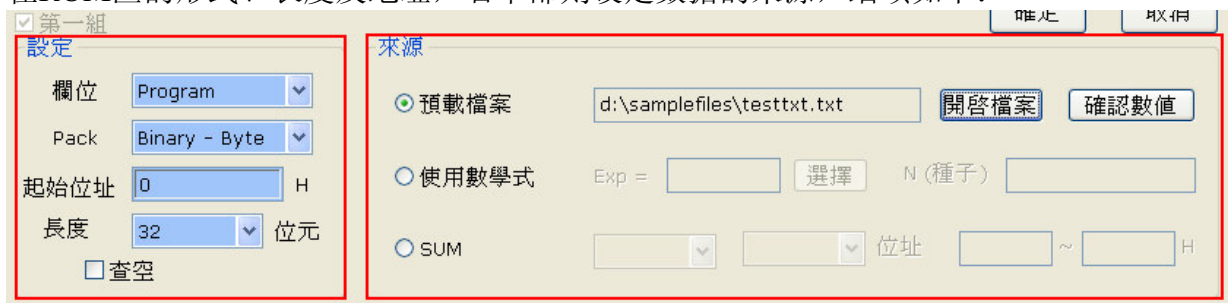

图4-10
接着介绍这些设定的意义及用法。如图4-10，每组设定分成左右二部份，左半部为设定数据在ROM区的形式、长度及地址，右半部则设定数据的来源，细项如下：
(A)数据设定(图4-10左半部)
(B)资料来源(图4-10右半部)